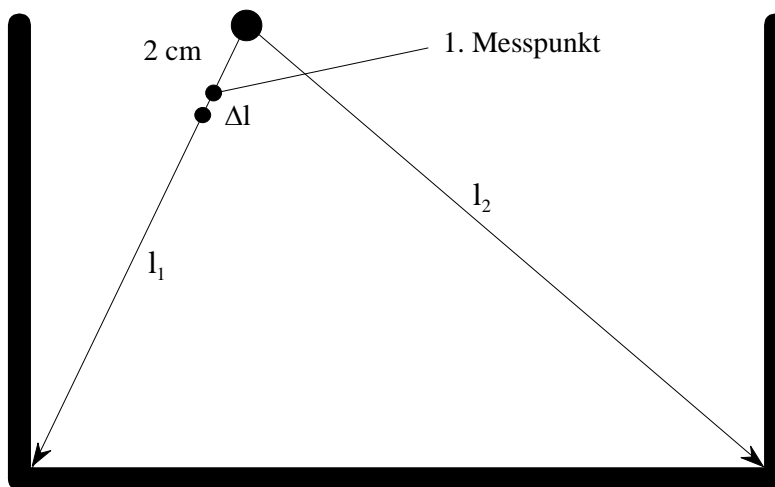

Bild 5
- M 3.1.** Messen Sie in der vorgegebenen Feldanordnung (Bild 5) die Äquipotenziallinien und zeichnen Sie diese ein ( $U_0 = 25$  V)! Zeichnen Sie sofort nach jeder Messung den wahrscheinlichen Verlauf der Feldlinien in das vermessene Strömungsfeld ein.